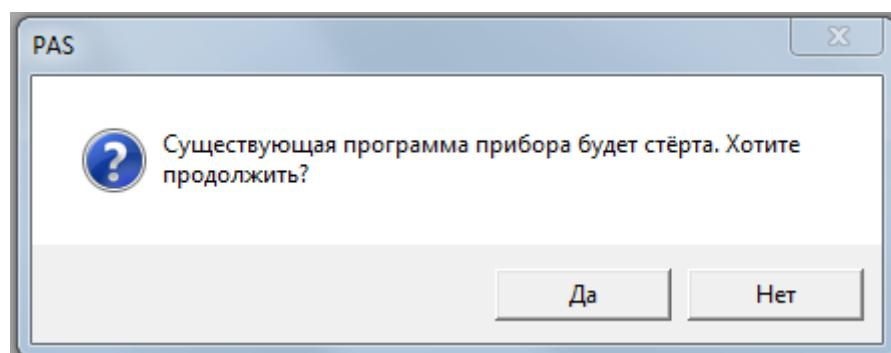

Рисунок 134 – Подтверждение загрузки обновления ПО
3. Проверьте, счетчик находится в режиме «он-лайн». При необходимости включите режим «он-лайн» кнопкой «Режим он-лайн» на панели инструментов ПО PAS. Войдите в пункт меню «Загрузчик программ» меню «Монитор» и подтвердите изменения нажатием кнопки «OK» (рисунок 134).